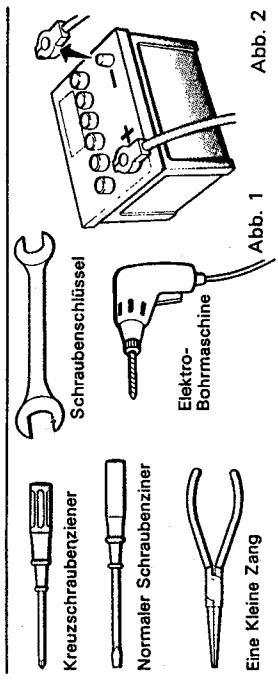

Abb. 2
- Das Minuskabel von der Batterie abklemmen, um Kurzschlüsse zu vermeiden. (Abb. 2)